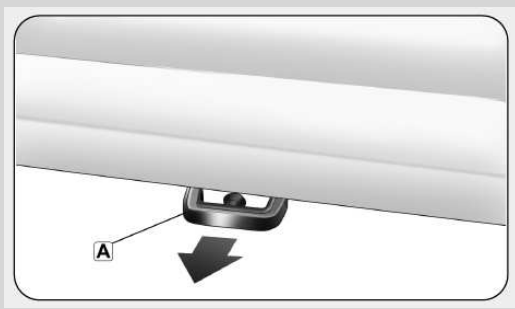

Fig. 20
**Tömning av gråvattentanken fig. 20**